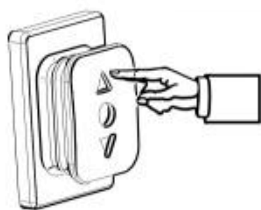

Figure D1
4.1 Tenere premuto il pulsante di comando per aprire la tenda da sole. Il motore si arresterà automaticamente quando la tenda da sole sarà completamente aperta. (Figura D1)